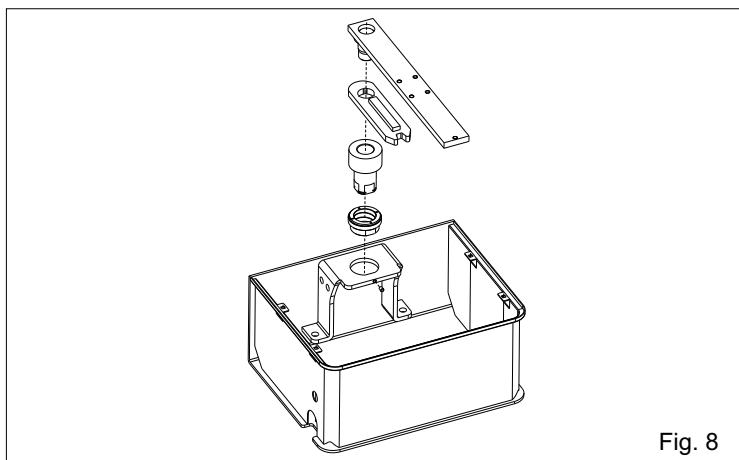

Fig. 8
**2.4.** Introduire la boucle dans la caisse et la fixer avec la vis spéciale (Fig 8).
**2.5.** insérer les ensembles comme en Fig. 8.